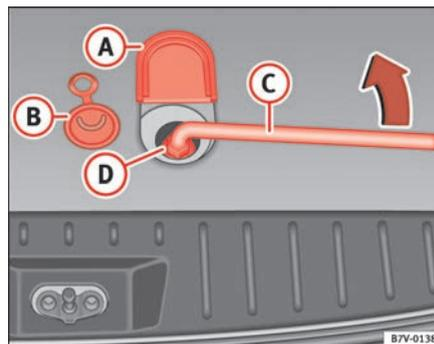

Abb. 152 Reserverad herausnehmen
1. Klappen Sie die kleine Abdeckung (A) ⇒ Abb. 152 im Gepäckraumboden nahe der Heckklappenverriegelung nach vorne.
2. Ziehen Sie die Gummiabdeckung (B) an der Öse nach oben heraus.
3. Nehmen Sie den Radschlüssel (C) aus dem Bordwerkzeug.
4. Schieben den Radschlüssel bis zum Anschlag auf die Schraube und halten ihn in dieser Position. Dabei drücken Sie den Sicherungsring (D) nach unten ⇒ **!**.
5. Drehen Sie den Radschlüssel (C) solange linksherum, bis Sie das an einem Seil hängende Reserverad hinter dem Fahrzeug hinstellen können.
4. Nehmen Sie den Radschlüssel ⇒ Seite 242, Abb. 152 (C) und drehen Sie die Schraube im Gepäckraumboden solange rechts herum, bis das ausgewechselte Rad fest an der Unterseite des Gepäckraumbodens anliegt ⇒ ⚠ in „Reserverad herausnehmen“ auf Seite 242.
5. Verschieben Sie die Öffnung mit der Gummiabdichtung ⇒ Seite 242, Abb. 152 (B) und klappen Sie die Abdeckung (A) zurück.